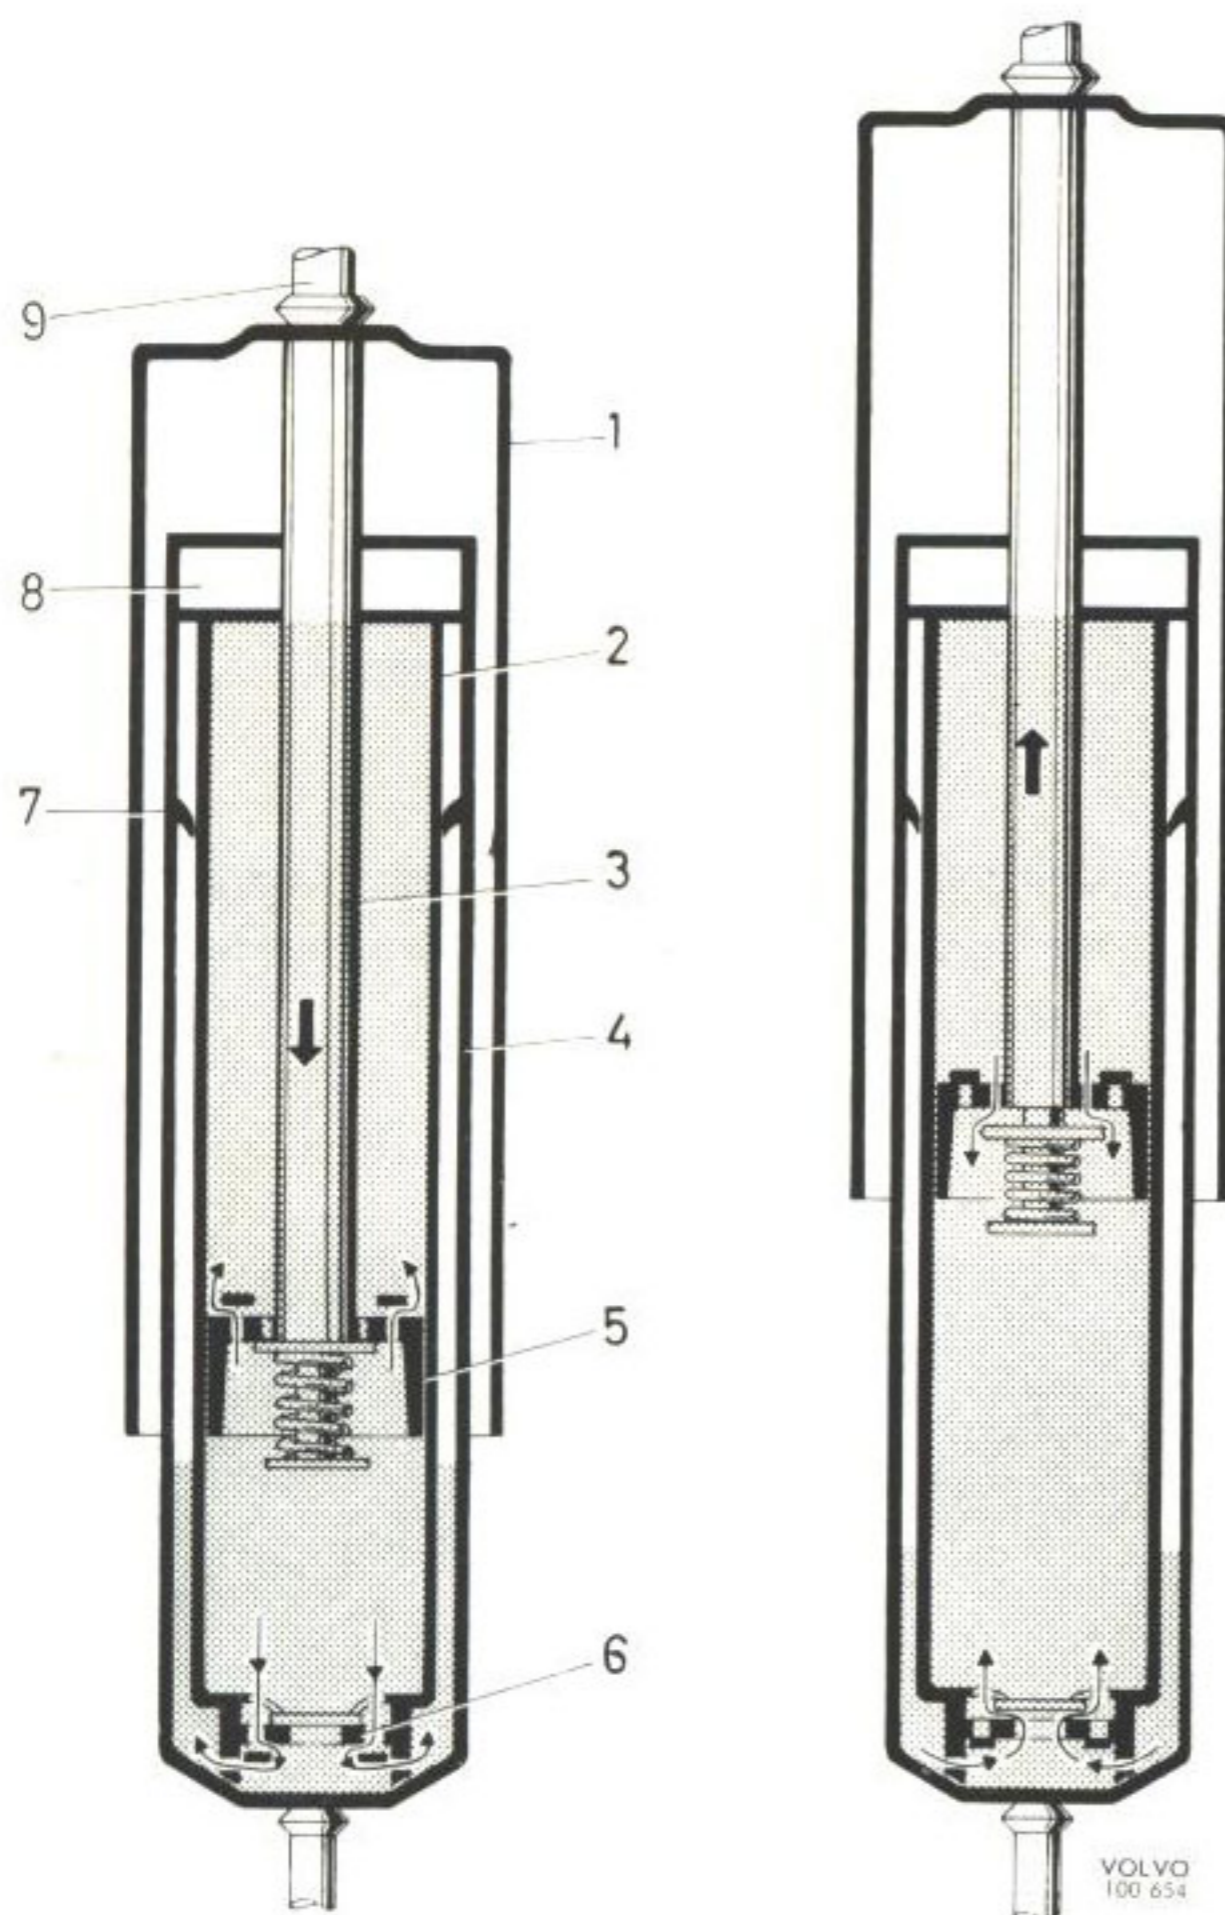

Bild 9. Stötdämpare
Stötdämparnas konstruktion framgår av bild 9. Den yttersta cylindern (1) tjänar endast som skydd mot damm och smuts. De två övriga cylindrarna (2) och (4) är anordnade koncentriskt med den ena helt inskjuten i den andra. Den inre cylindern (2) är den egentliga arbetscylindern och är i sin nedre ände försedd med en ventil (6). Inuti den inre cylindern löper en kolv (5) försedd med kanaler, som regleras av ventiler.